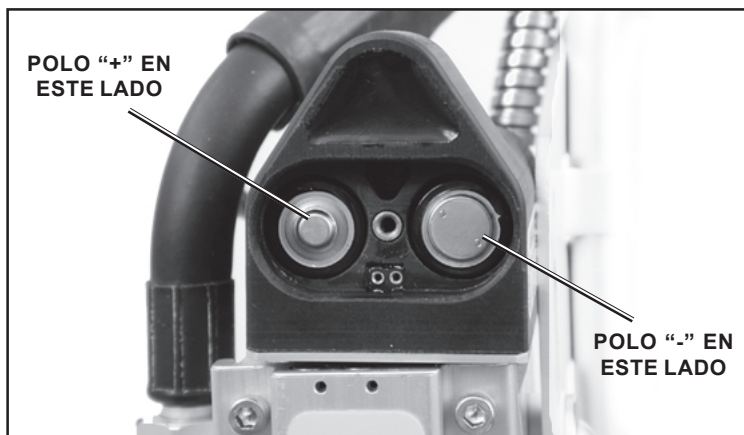

FIGURA 16
4. Para cambiar las pilas, use únicamente un par de las siguientes pilas AA de 1.5 voltios: Energizer Alkaline E91 o EN91, Duracell MN1500, MX1500, o PC1500. Asegúrese de que las pilas tengan la orientación correcta en el compartimiento: el polo "+" de la pila debe aparecer al lado izquierdo y el polo negativo- al lado derecho. Véase la Figura 16.